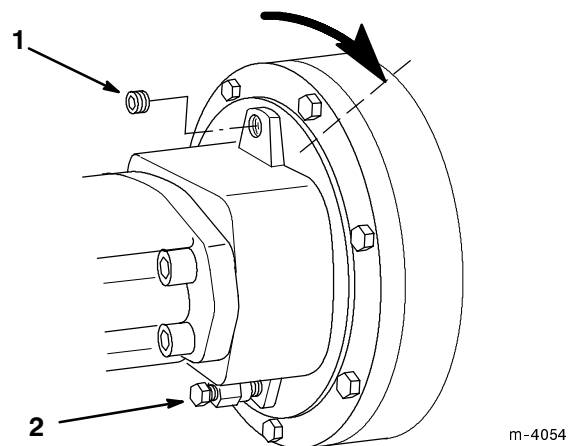

Abbildung 8
2. Den Antriebskopf so drehen, dass sich die Ölablassschraube oben und die Entlüftungsschraube unten befindet (Abb. 8).
3. Die Ölablassschraube entfernen (Abb. 8)
4. Den Bohrerantriebskopf so drehen, dass sich die Ablassöffnung auf 2 Uhr-Position befindet (Abb. 8). Aus der Öffnung sollte Öl auszulaufen beginnen.
1. Den Antriebskopf so über einer Ölwanne abstützen, dass sich die Ölablassschraube (Abb. 8) an der Unterseite des Antriebskopfs befindet und auf die Ölwanne gerichtet ist.